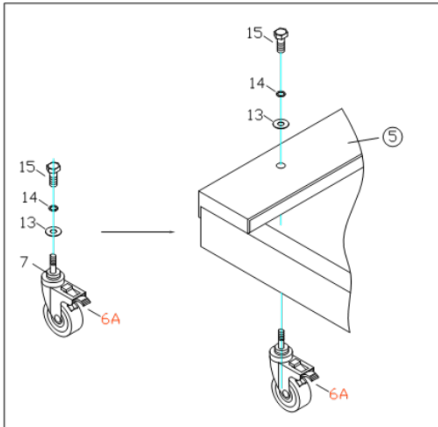

Abb. 2
Schritt 2 (Abb.2):
Montieren Sie die Unterlegscheibe (13#), den Federring (14#) und die Schraube (15#) gemäß der Reihenfolge in Abb. 2 und ziehen Sie die Schraube (15#) fest.